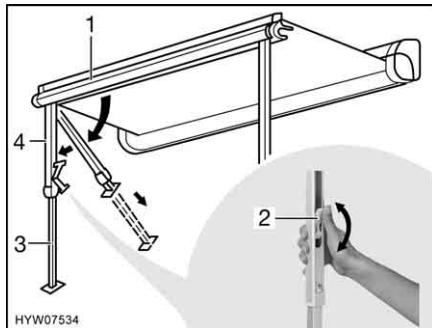

Fig. 37 Installazione dei montanti di supporto
- Estrarre i montanti di supporto (Fig. 37,4) dal listello anteriore (Fig. 37,1) ribaltandoli e montarli.
- Aprire il bloccaggio sui montanti di supporto. A tal fine ripiegare la leva di serraggio (Fig. 37,2) verso l'alto.
- Estrarre la parte inferiore dei montanti di supporto (Fig. 37,3) fino alla lunghezza desiderata.